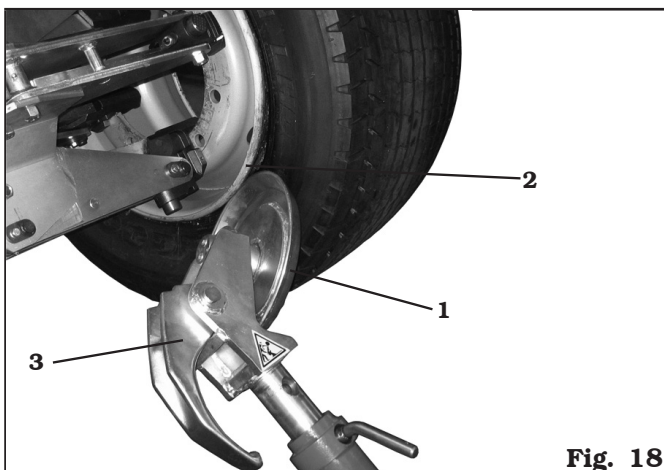

Fig. 18
- H. Tourner de 180° la tête porte-outils comme décrit dans le paragraphe correspondant, de façon à disposer le disque de décollage des talons (**Fig. 18 réf. 1**) contre le bord de la jante (**Fig. 18 réf. 2**).